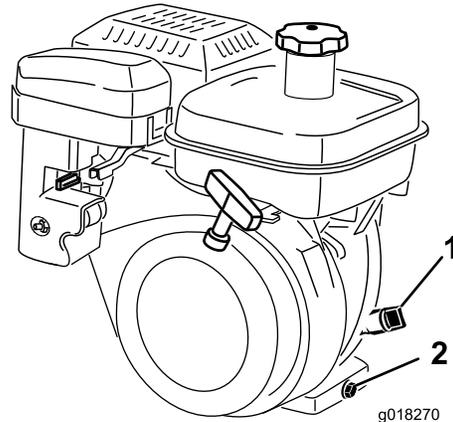

Рисунок 34
3. Очистите пространство вокруг масломерного щупа (Рисунок 34).
4. Снимите пробку заливного отверстия, повернув ее против часовой стрелки (Рисунок 34).
- В задней части машины подставьте сливной поддон под пробку сливного отверстия (Рисунок 34). Ослабьте затяжку пробки сливного отверстия.